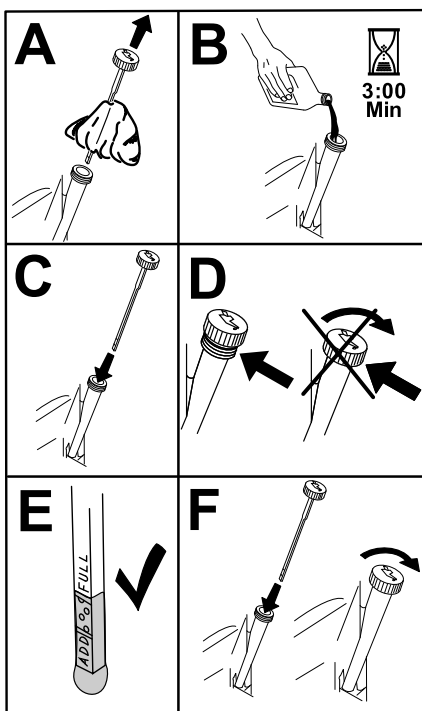

Рисунок 25
5. Медленно залейте приблизительно 80% масла указанного типа в заливную горловину и затем медленно добавляйте масло, чтобы довести его уровень до отметки **Full (Полный)** (**Рисунок 25**).
3. Заполните картер свежим маслом соответствующего типа (Рисунок 25).